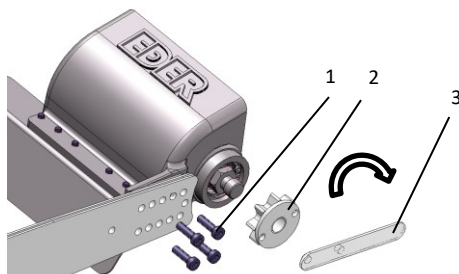

Fig.2: Fastgør hovedet på holder
- > Skru respektive hoved fast med de 4 M6x20 bolte (1 - Fig. 2). Kontroller jævnligt bolte for fastspænding. Respektive hoved kan monteres i forskellige positioner efter motorsavsmodel. Den rigtige monteringsposition findes ved at drivkæden er tilstrækkelig spændt og også kan efterspændes.
- > Skru drivhjul på huset (2 – Fig.2) og spænd drivhjul fast med topnøglen (3 – Fig.2) .